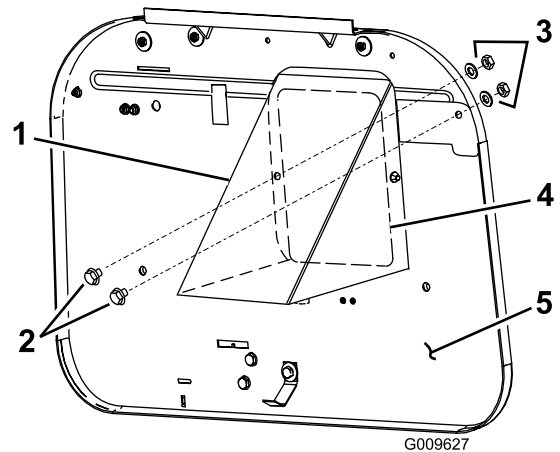

Figura 1
8. Sujete el deflector a la chapa trasera con los pernos, las arandelas y las tuercas provistas en el kit (Figura 1).